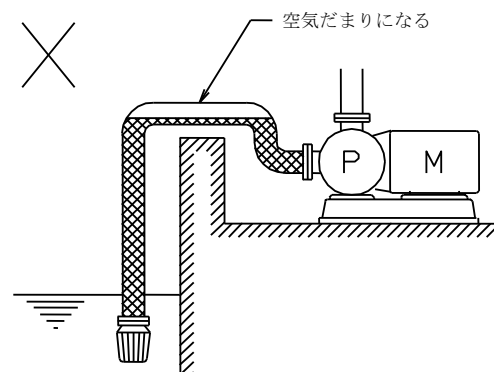

図 3
- (c) 吸込配管は、空気だまりが出来ないように、ポンプに向かって登り勾配 (1/100 以上) にしてください。配管の途中に、空気だまりになる凸部を作らないようにしてください(図 3)。
- (e) 吸込管口径、および吸込異径管のサイズは表 1 のとおりにしてください。吸込異径管は、図 3 のように空気だまりのできないように取り付けてください。なお吸込異径管は、特別附属品として用意しておりますので、ご用意ください。